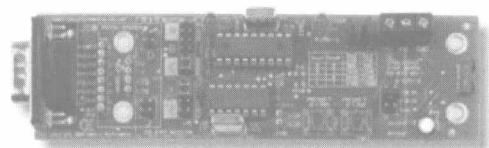

图 2.1-7 FlowCodeIrDA 板
(6) FlowCodeIrDA 板如图 2.1-7 所示。